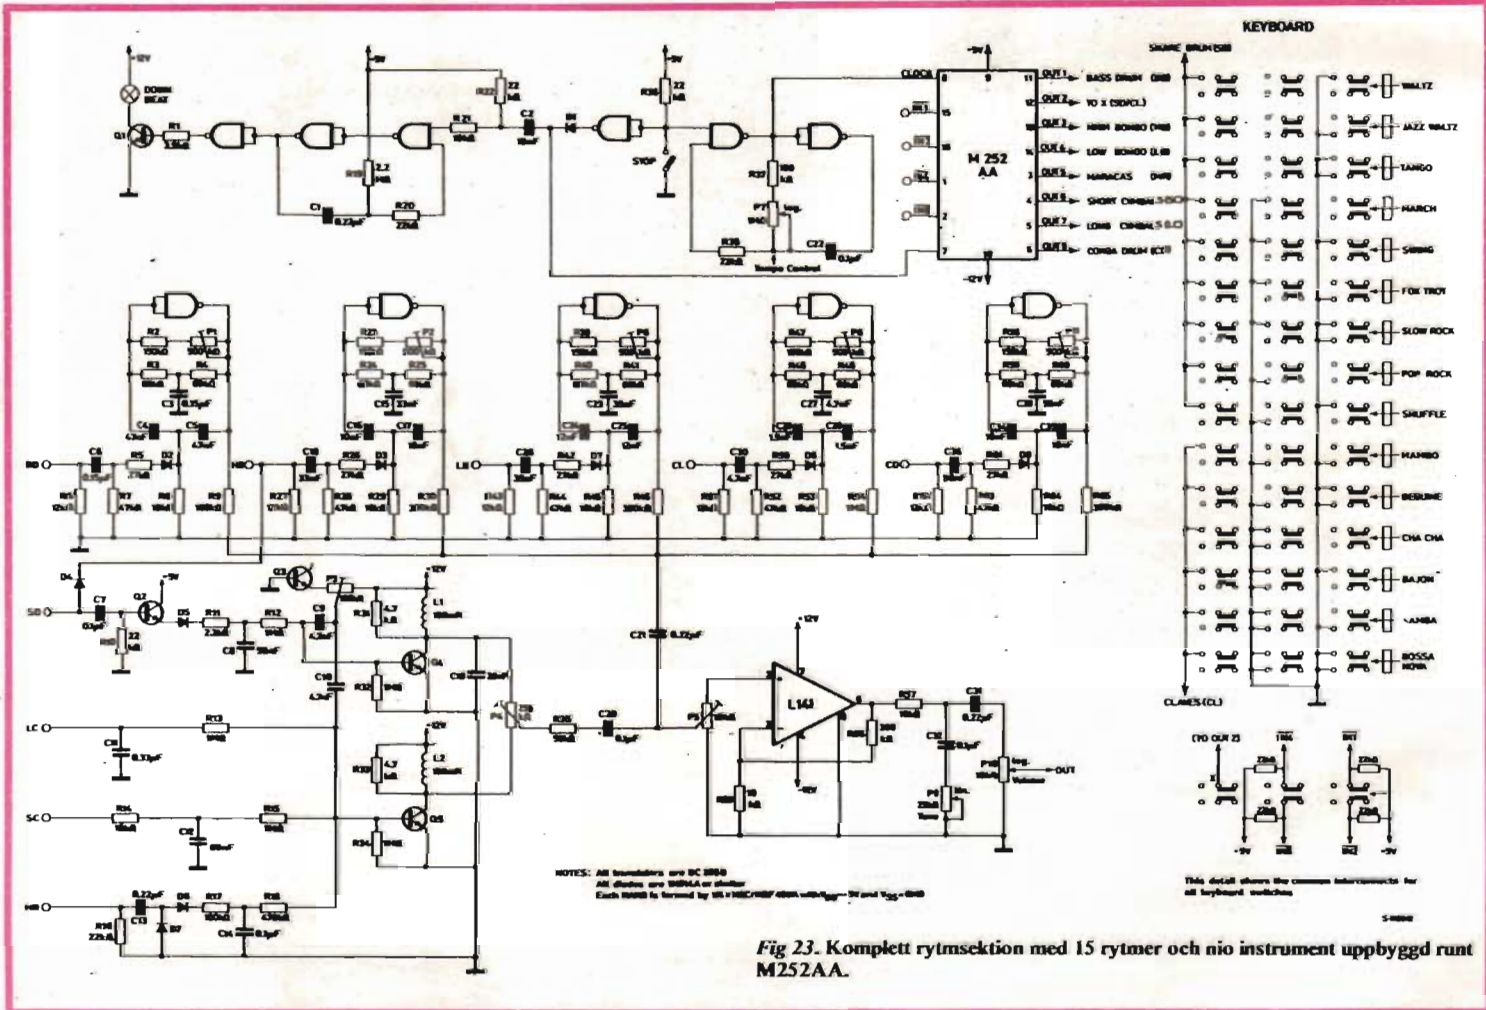

Fig 23. Komplet ritmsektion med 15 rytmer och nio instrument uppbyggd runt M252AA.
■ Vi börjar med ett rytmssystem uppbyggt kring M252AA. Det programmeras med 15 olika rytmer, på så sätt att varje rytm kan användas maximalt åtta av de nio tillgängliga instrumenten (fig 23).